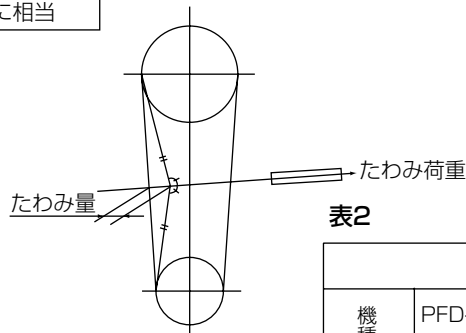

図2
3. ベルトがプーリーになじんだ後、(運転後24~28時間以後)図2の適正張りに調整することをお奨めします。